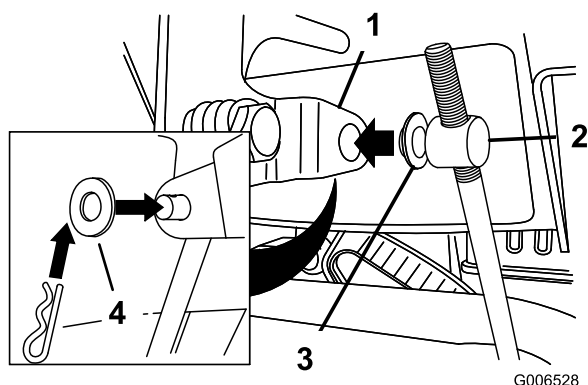

Figure 12
3. Retirez la goupille fendue et la rondelle extérieure du tourillon à l'extrémité supérieure de la tige de commande de vitesse (Figure 12).
Remarque: Pour faciliter l'installation, laissez la rondelle plate sur le tourillon (Figure 12).
6. Soulevez la tige de commande de vitesse et insérez le tourillon dans le trou du levier sélecteur de vitesses (Figure 12).
- B. Retirez le tourillon du sélecteur de vitesses (Figure 12).
- C. Tournez le tourillon vers le bas (sens horaire) sur la tige de commande de vitesse (Figure 12).